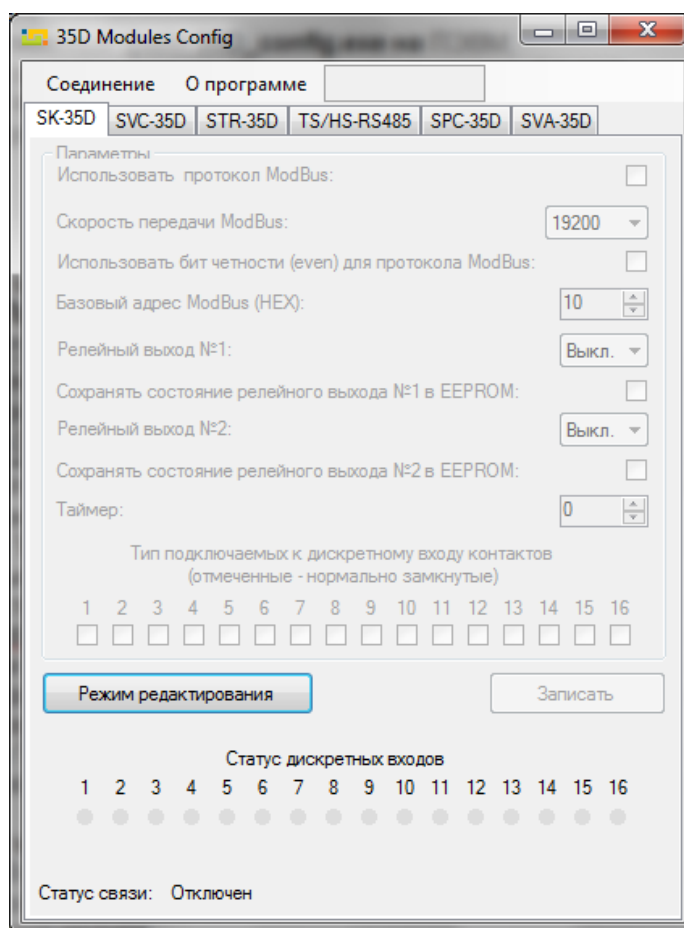

Рисунок 3 – Внешний вид окна ПО 35D_config.exe
- в открывшемся окне (см. рисунок 3) перейдите на вкладку SK-35D;
ВНИМАНИЕ! В течение 3-х секунд после подачи питания на вход, модуль работает по протоколу IM, не зависимо от того, разрешена работа по протоколу ModBus RTU или запрещена (пункт “Использовать протокол ModBus” (см. рисунок 3)).